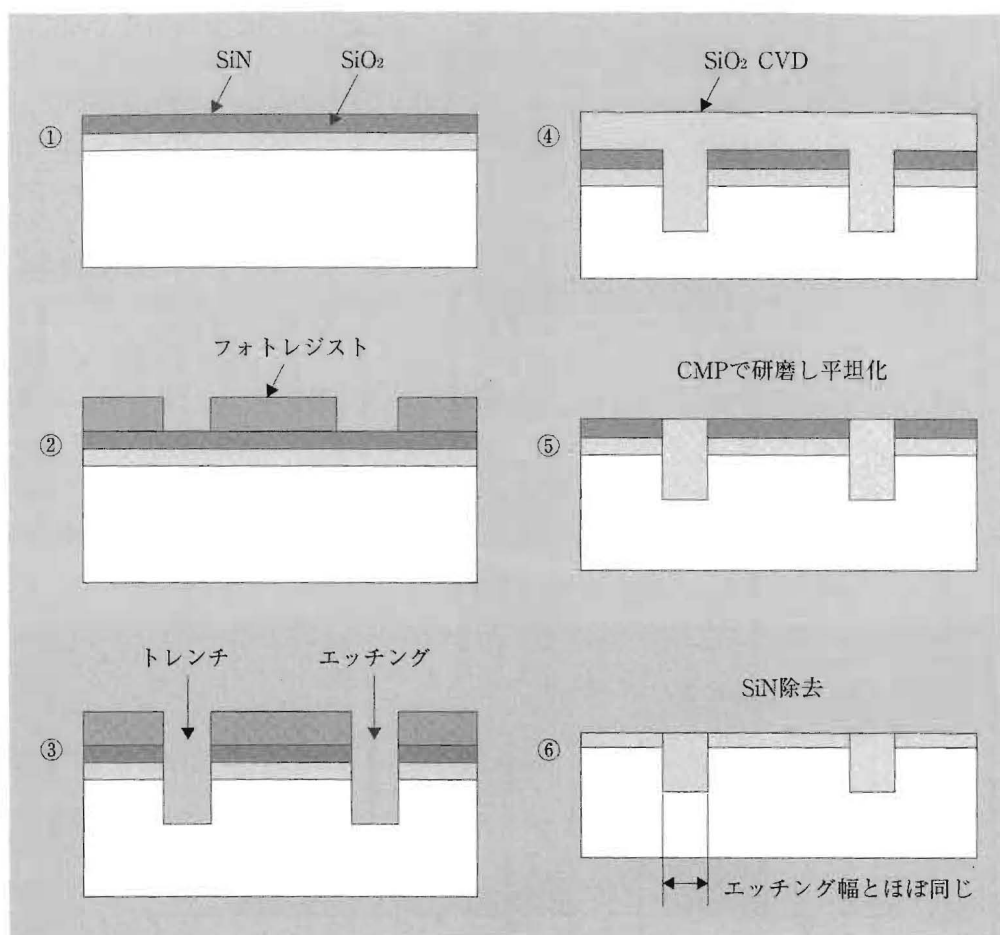

図2 STIのプロセス
200nm程度の微細化LSIからは、STIが一般に用いられています。STIは、Siに溝を掘って SiO_2 を埋めるだけです。話は簡単ですが実際は複雑です。一連のプロセスを図2に示します。まず、Siウェーハを熱酸化します。Si表面はできるだけ汚染したくないので、 SiO_2 膜をつける時は最も不純物の少ないSi結晶を酸化します。次いで、SiN膜をCVDで付けます。なぜ付けるのでしょうか。その訳はCMPのところで分かります。次にフォトレジストを塗布・露光・現像してパターンを形成し、それをマスクにしてSiN/SiO₂/Siの順にエッチングしてレンチが形成されます(図2-③)。次いで、 SiO_2 を埋める訳
ですが、通常は熱酸化SiO₂を薄くつけた後にCVDでSiO₂を埋めます。間にSiNを挟んでいる場合もあります。CVDのSiO₂は、トレンチの中だけ埋まってくればありがたいのですが、そうは問屋が卸してくれず、図2-④のように表面全体に付着します。これをCMPで削り落とします。この時、トレンチ以外の部分のSiO₂やSiを削ってしまってもいけません。そこでSiNが役に立ちます。SiNは一般にSiO₂より硬い膜なのでCMPで削られない上、SiNを侵さない薬液を含むスラリー（研磨材）を用いれば、SiNはほとんど研磨されず、研磨のストップの役目を果たします。